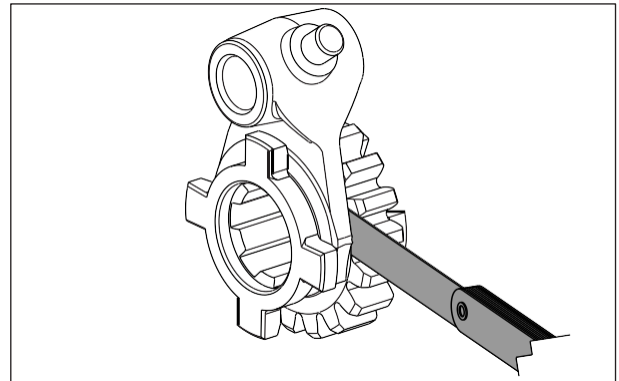

Fig. 3.150
- Usando las galgas de calibración, revise la holgura entre la horquilla y la ranura del piñón. (Fig. 3.150) Si la holgura es mayor al límite de servicio, determine si debe cambiar la horquilla o el piñón.